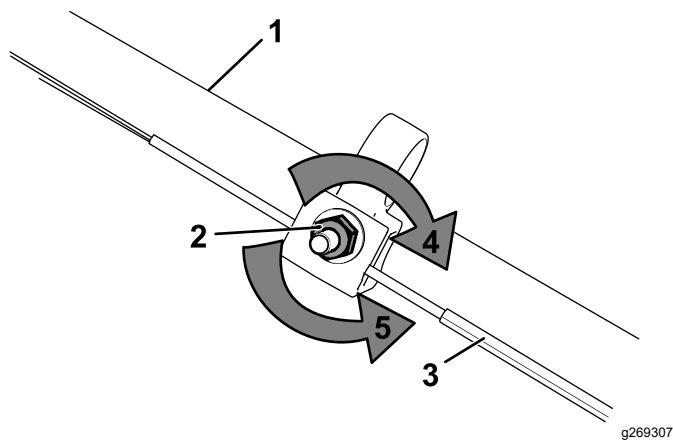

Figura 26
1. Gire la tuerca de ajuste en sentido antihorario para aflojar el ajuste del cable (Figura 26).
- Ajuste la tensión del cable (Figura 26) tirando del mismo hacia atrás o empujándolo hacia adelante, y sujételo en esa posición.